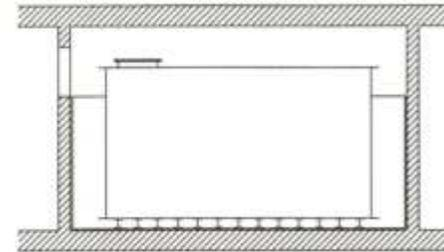
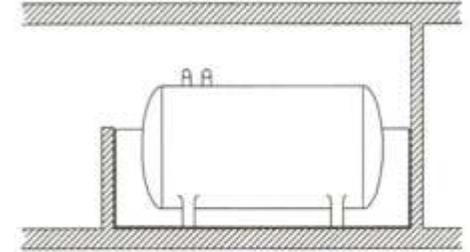

Bild 1a: Bei über 5.000 l Fassungsvermögen ist ein Lagerraum vorgeschrieben.
Bild 1b: Bei 1.000 l bis 5.000 l Fassungsvermögen ist eine Auffangwanne ausreichend.
- Aufstellung in einem öldichten Auffangraum (Bild 1a) oder in einer Wanne mit entsprechendem Fassungsvermögen (Bild 1b). Bei Einzelbehältern bis 1.000 Liter Inhalt bestehen keine konkreten Anforderungen, jedoch ist § 3 VAWS (siehe S. 4) zu beachten.